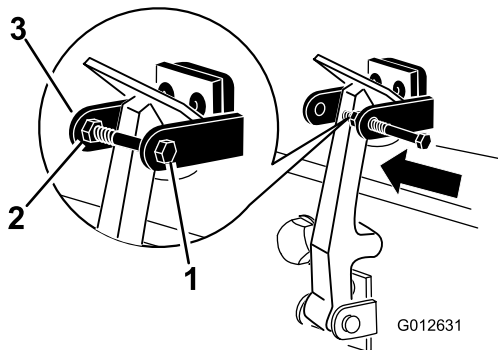

图6
- 通过 CE 锁支架的另一个臂安装螺栓并用锁紧螺母和垫圈固定该螺栓 图6。